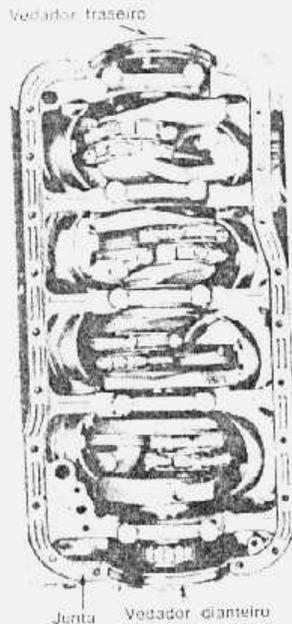

fig. 26 — juntas e vedadores do cárter, instalados
3. Aplicar um vedador na superfície do bloco e nas juntas. Posicionar as juntas do bloco (fig. 26).
5. Colocar o vedador traseiro do cárter sobre a capa do mancal traseiro (fig. 26). Verificar se as pontas do vedador estão sobre as juntas.